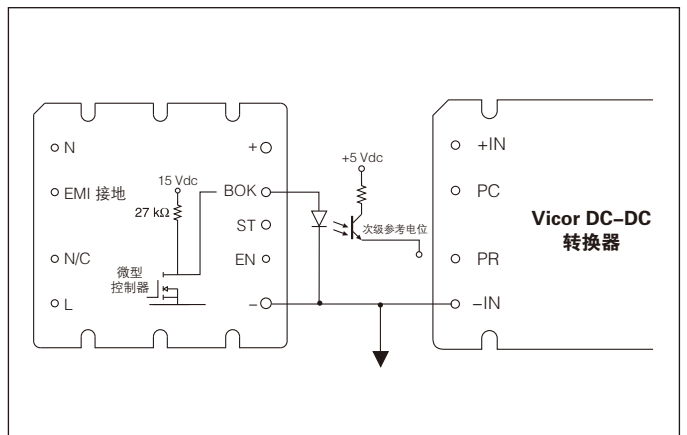

图 8-5 母线正常信号 (BOK) 隔离供电状态指示器
**母线正常信号 (BOK) 引脚** (图 8-5) BOK 引脚可提供电源中止提前警告信号, 该引脚电压也是以负输出引脚为基准。